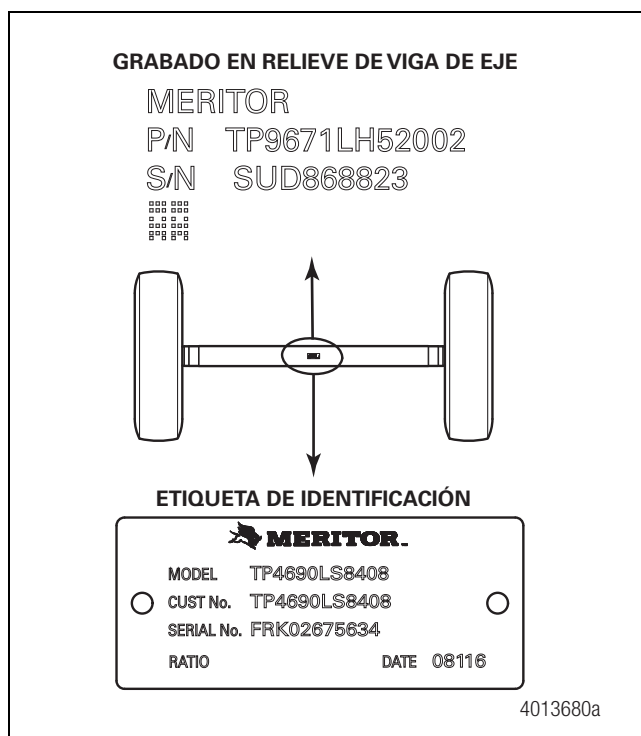

Figura 6.4
- En los ejes con el orificio superior central de fábrica, la etiqueta de identificación o el grabado en relieve se ubica hacia la parte trasera del eje. Figura 6.4.